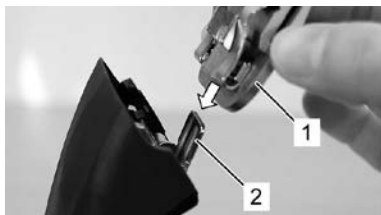

図 15
6. 好みのバリカンヘッドをブレードヒンジにはめ込みバリカンへ軽く押し付けます(図15、16、17)。